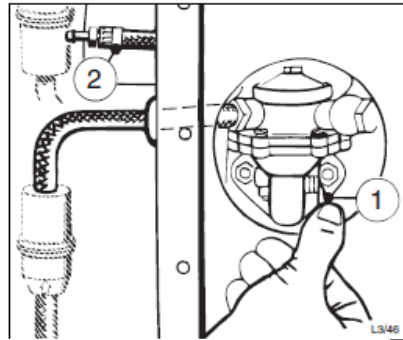

Abb. 39 – Release der Brennstoffversorgung
- Den Kraftstoffhahn öffnen (abb. 39).
Es ist empfehlenswert, den Start zu erleichtern und dazu mit dem Hebel (abb. 39) („1“) an der Pumpe den Kraftstoff so lange pumpen, bis es durch die Rückleitung („2“) in den Kraftstoffbehälter zurück fließt (es ist hörbar).